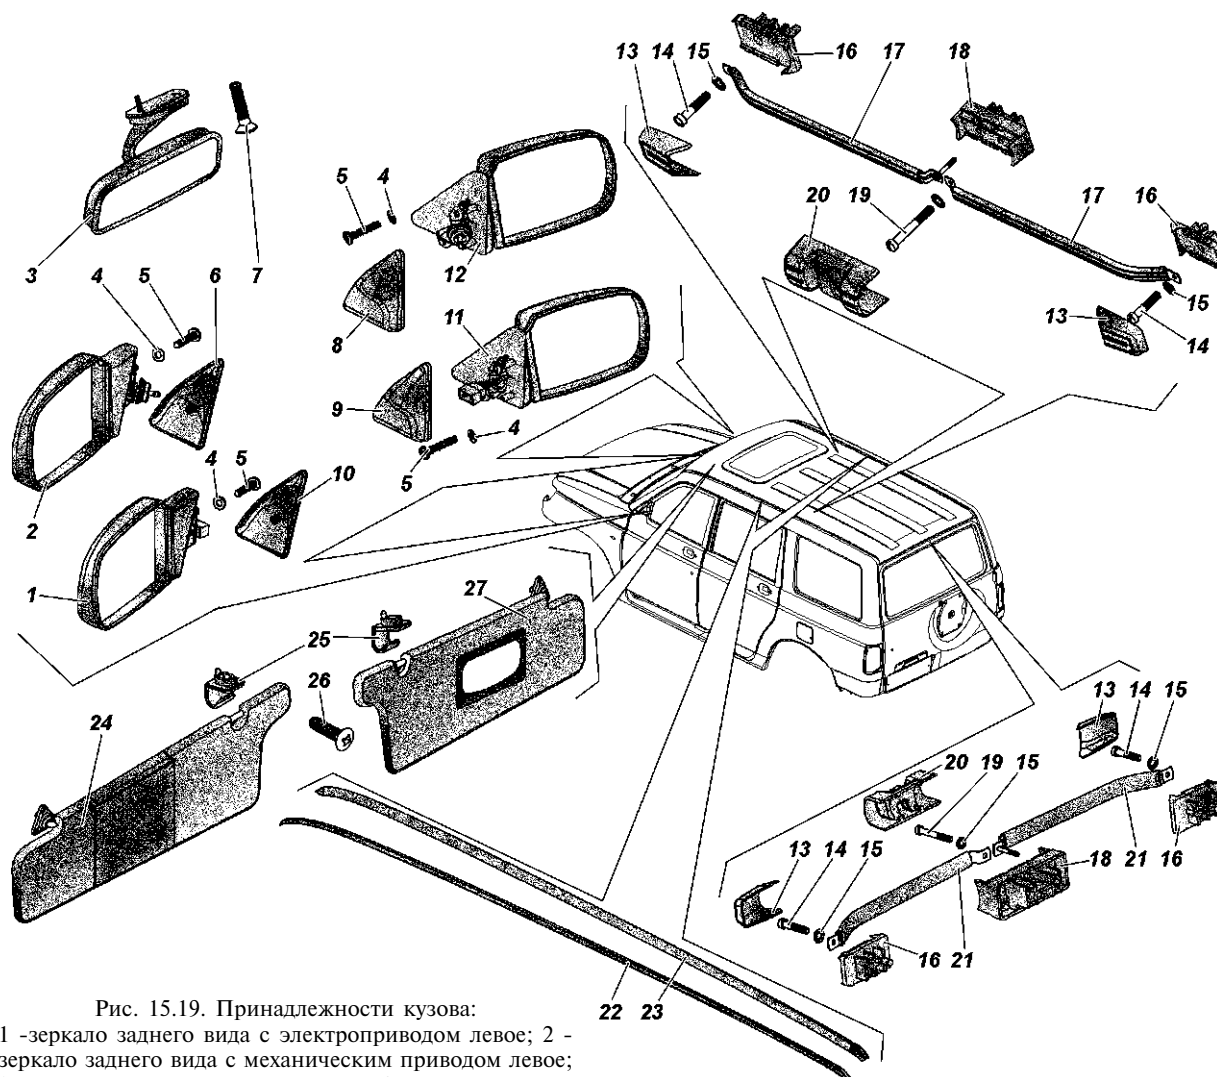

Рис. 15.19. Принадлежности кузова:
1. Снимите облицовку 6 и 8 или 9 и 10 (рис. 15.19) передней двери, поддев ее отверткой с плоским шлицем.
1. Отверните три винта 26 (см. рис. 15.19) и снимите козырек 24 или 27, предварительно освободив козырек от зацепления с держателем 25.
1. Снимите облицовку 13 и крючок 20 (см. рис. 15.19).
1. Оттяните передний конец молдинга 22 или 23 (см. рис. 15.19) и одновременно поднимите его вверх.